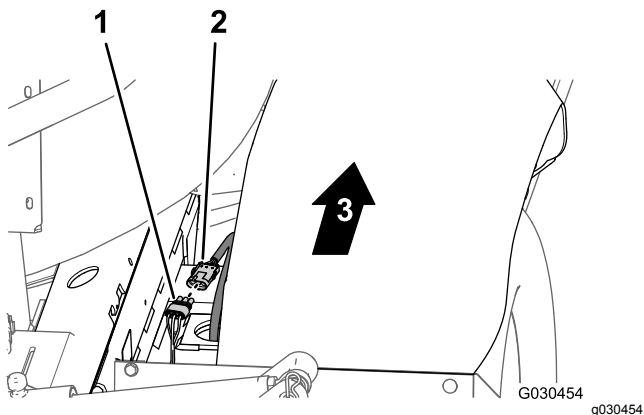

Рисунок 36
1. В задней части машины (между правой трубой рамы и правым крылом) отсоедините 3-штыревой разъем жгута проводов датчика скорости на правом тяговом гидромоторе от 3-гнездового разъема главного заднего жгута проводов (Рисунок 36).